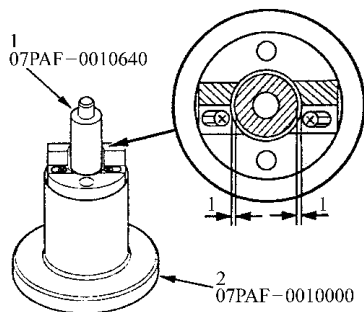

图 2-38 调整活塞销总成工具组
2) 将导向环安放在活塞销总成工具组上，然后如图 2-38 所示，调整活塞销总成工具组。